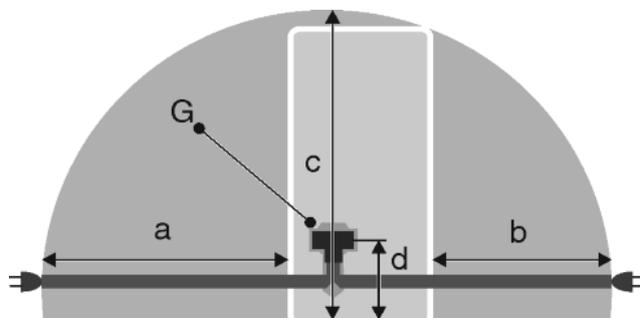

Fig. 51
- La presa non deve trovarsi nella zona posteriore dell'apparecchio, ma entro la zona indicata Fig. 51 (a, b, c).
- Inserire la spina Fig. 51 (G) sul retro dell'apparecchio. Assicurarsi che si innestino correttamente.